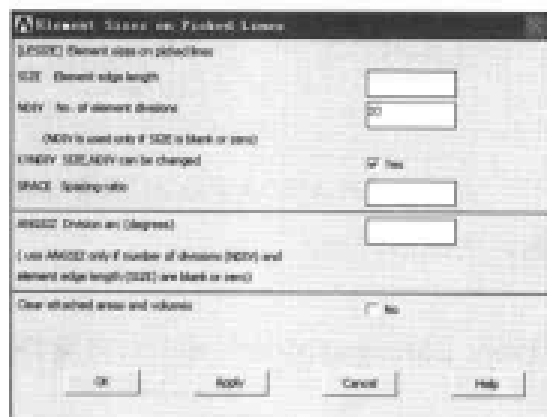
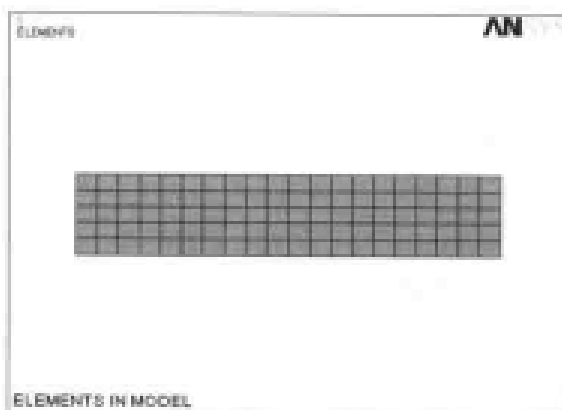

图 13-6 线段单元等份数设置对话框
图 13-7 网格划分结果显示
(2) 选择 Utility Menu | PlotCtrls | Numbering 命令, 出现 Plot Numbering Controls 对话框, 选择 LINE Line numbers 选项, 使其状态从 Off 变为 On, 其余选项均采用默认设置, 单击 OK 按钮关闭该对话框。
(3) 选择 Main Menu | Preprocessor | Meshing | Size Cntrls | ManualSize | Lines | Picked Lines 命令, 出现 Element Size on 菜单, 在文本框中输入 1, 3, 单击 OK 按钮, 出现 Element Sizes on Picked Lines 对话框, 在 NDIV No. of element divisions 文本框中输入 20, 如图 13-6 所示, 单击 OK 按钮关闭该对话框。
(4) 选择 Main Menu | Preprocessor | Meshing | Size Cntrls | ManualSize | Lines | Picked Lines 命令, 出现 Element Size on 菜单, 在文本框中输入 2, 4, 单击 OK 按钮, 出现 Element Sizes on Picked Lines 对话框, 在 NDIV No. of element divisions 文本框中输入 5, 单击 OK 按钮关闭该对话框。
(5) 选择 Main Menu | Preprocessor | Meshing | Mesh | Areas | Free 命令, 出现 Mesh Areas 菜单, 在文本框中输入 1, 单击 OK 按钮关闭该菜单。
(6) 选择 Utility Menu | File | Change Title 命令, 出现 Change Title 对话框, 在文本框中输入 ELEMENT IN MODEL, 单击 OK 按钮关闭该对话框。
(7) 选择 Utility Menu | Plot | Elements 命令, ANSYS 显示窗口显示网格划分结果, 如图 13-7 所示。